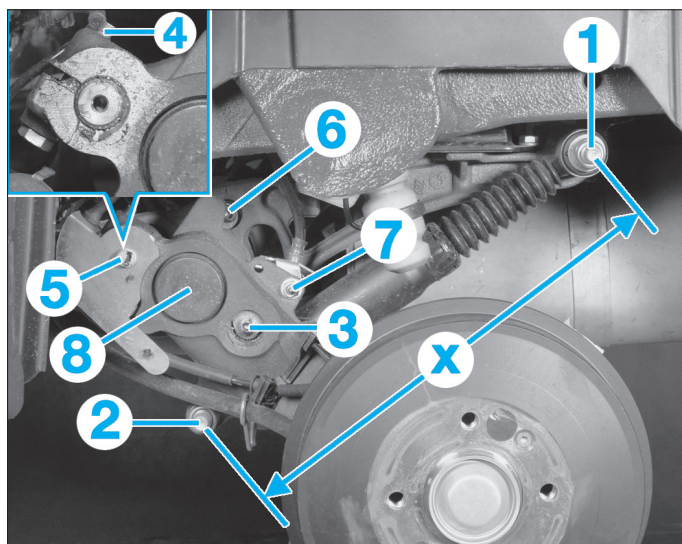

FIG. 20
- Déposer l'écrou (1) de fixation supérieure d'amortisseur et récupérer sa rondelle (Fig.20).
- Déposer le boulon (2) de fixation inférieure d'amortisseur.
- Régler le faux amortisseur à la cote "X" (Fig.20) (voir "Caractéristiques").